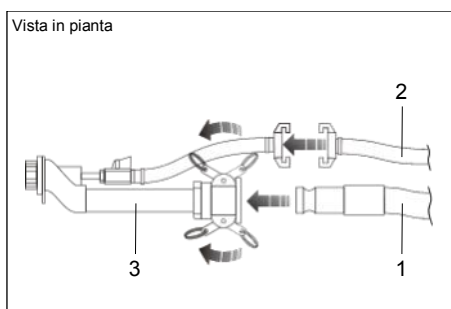

FIG.24 (Collegamento dei tubi trasporto materiale e aria alla lancia spruzzatrice)
1) Collegare il tubo trasporto materiale fornito in dotazione (FIG.24-Rif.1) alla lancia spruzzatrice (FIG.24-Rif.3);
2) Collegare il tubo aria fornito in dotazione (FIG.24-Rif.2) alla lancia spruzzatrice (FIG.24-Rif.3).